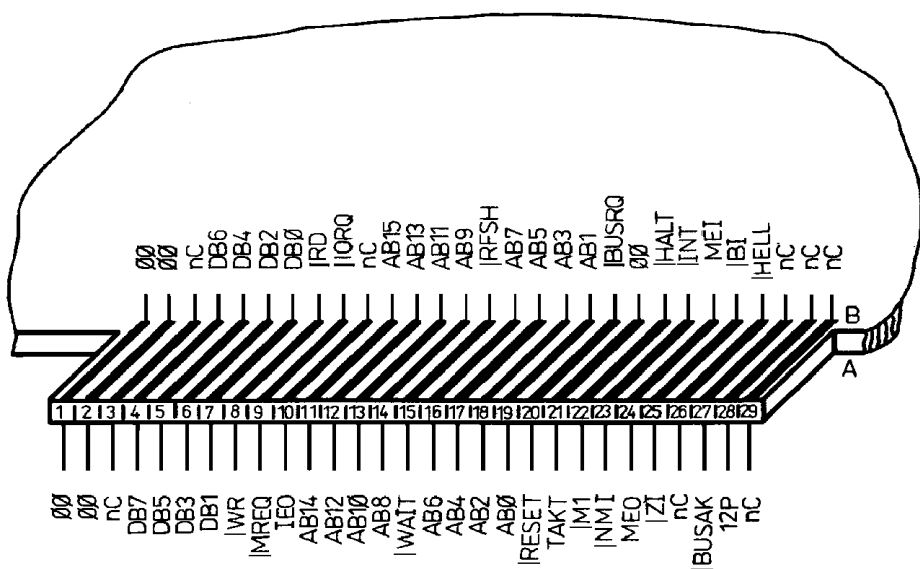

Bild 8: Anschlußbelegung EXPANSION-INTERFACE
- an der Diodenbuchse "TAPE" (vgl. Bild 8 und Tab. 3), zweikanalig mit konstantem Pegel über einen Mono- oder Stereo-Verstärker oder auch über den Kassettenrecorder in Stellung "Aufnahme" mit betätigter Pausen- oder Schnellstopptaste,
Dieser Steckverbinder ist zum Anschluß von Erweiterungsaufsätzen vorgesehen. Im folgenden finden Sie die Anschlußbelegung und eine Signalbeschreibung des Steckverbinders (vgl. Bild 8).